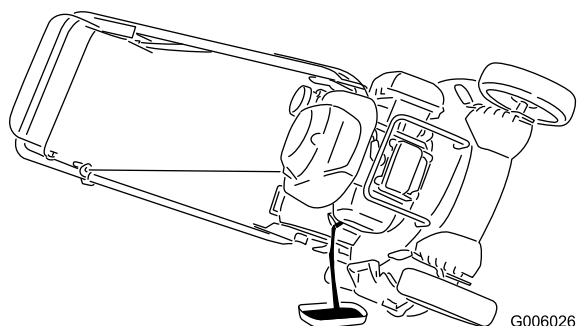

Figura 41
3. Ponga el cortacésped de lado (con el filtro de aire hacia arriba) para drenar el aceite usado a través del tubo de llenado de aceite (Figura 41).